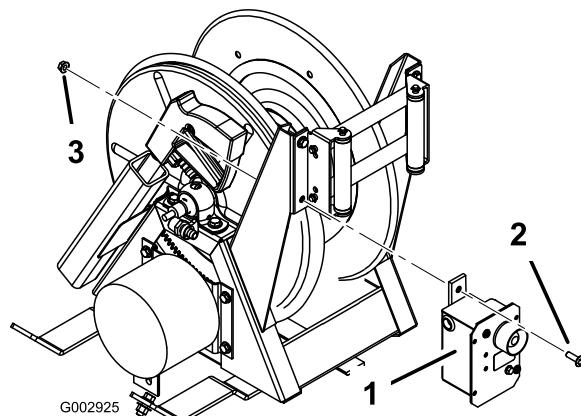

Figura 6
- Togliete e gettate il bullone e il dado dal supporto del rullo interno inferiore sull'avvolgitubo e installate il quadro elettrico in questo foro (Figura 6), utilizzando un bullone a testa flangiata (5/16 x 1 pollice) e un dado flangiato (5/16 pollice).